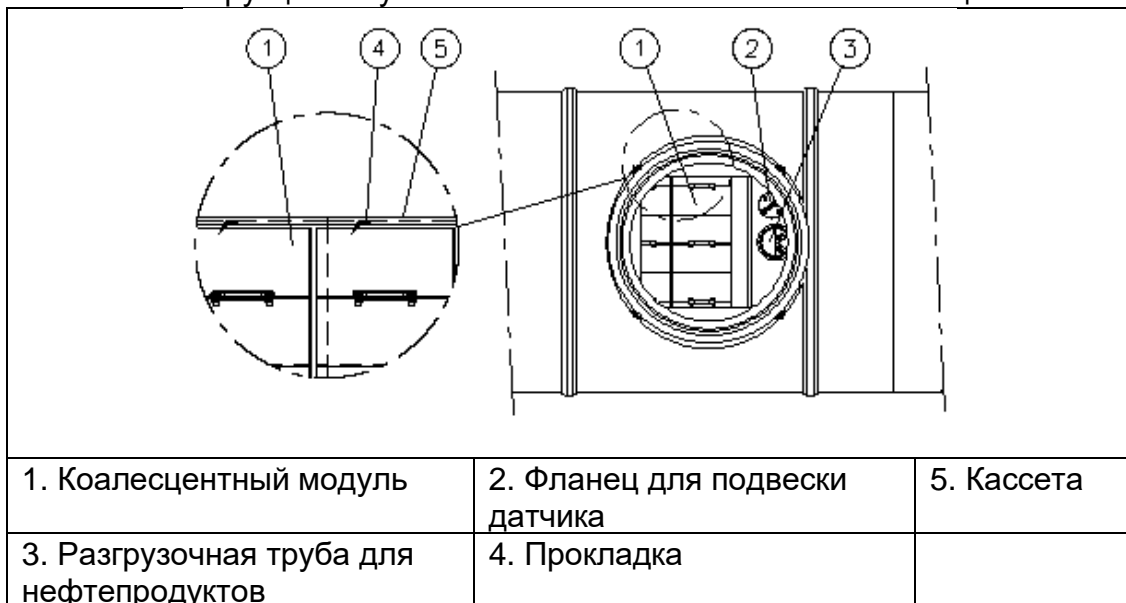

Рис. 6. Обслуживание отделителя.
13. При установке системы в местах среднего и тяжелого транспорта, для компенсации нагрузки, установите ж/б плиту и проложите асфальт. Смотрите рис. 6, а также инструкции по подземной установке на корпусе отделителя.
2. Откачайте отделившиеся нефтепродукты через разгрузочную трубу отделителя (см. рис. 6) и поднимите коалесцентные модули из отделителя.
1. Очистка коалесцентных модулей производится одновременно с полной разгрузкой отделителя (см. рис. 6). При помощи подъемника, через техлодец, поднимите первый коалесцентный модуль. Начинайте с коалесцентных модулей находящихся со стороны выходных патрубков и закончите коалесцентными модулями у входных патрубков.